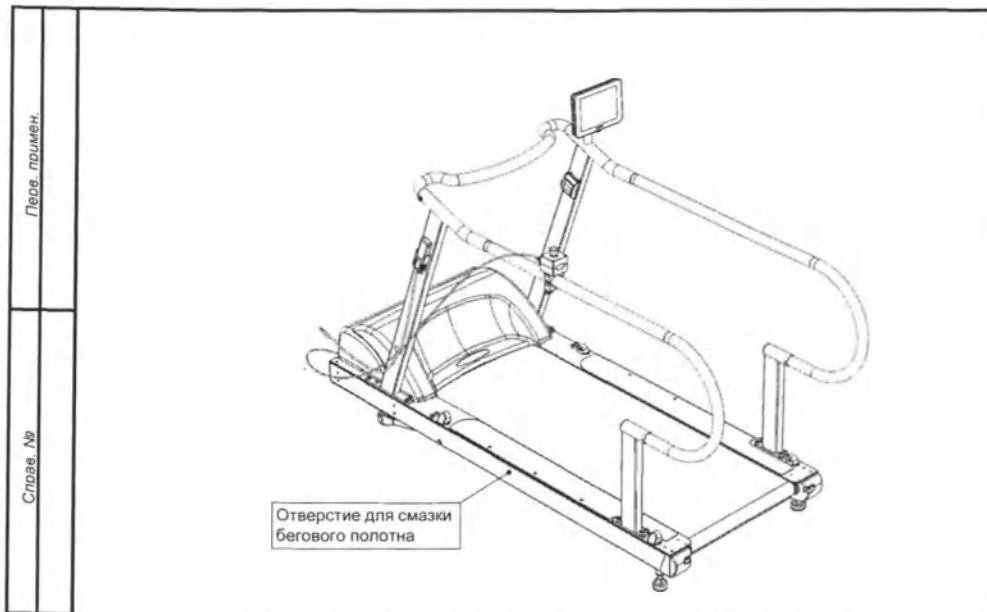

Рисунок 69 - Расположение отверстия для смазки бегового полотна
- Поместите силиконовую трубку шприца в отверстие на боковой поверхности беговой дорожки (см. рисунок 69). Силиконовую трубку необходимо поместить в отверстие на полную длину.